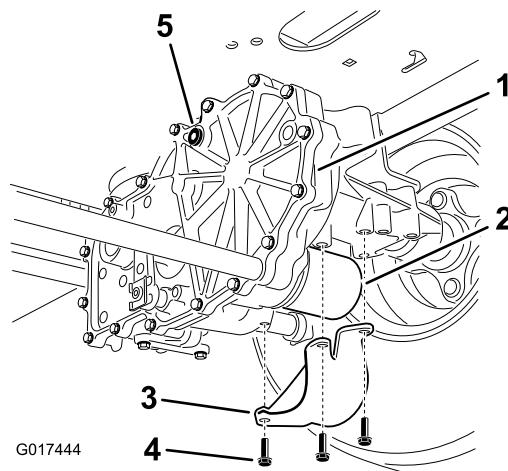

図 72
2. 各トランスアクスル駆動システムにあるフィルタとガードを探し出す図 72。
3. フィルタガードとガードを固定しているねじ3本を外す図 72。